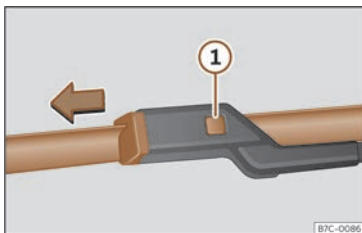

Fig. 204 Canvi de les escombretes de l'eixugaparrises.
- Mantingueu premuda la tecla de desbloqueig >>> **fig. 204** ① mentre estireu lleugerament l'escombreta en el sentit de la fletxa.